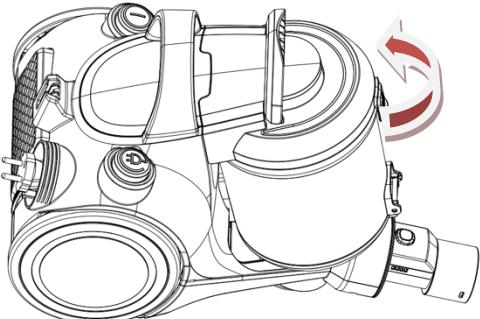

Fig.7
- 2.Comme dans la Fig.7, sortez le bac à poussière de l'appareil.